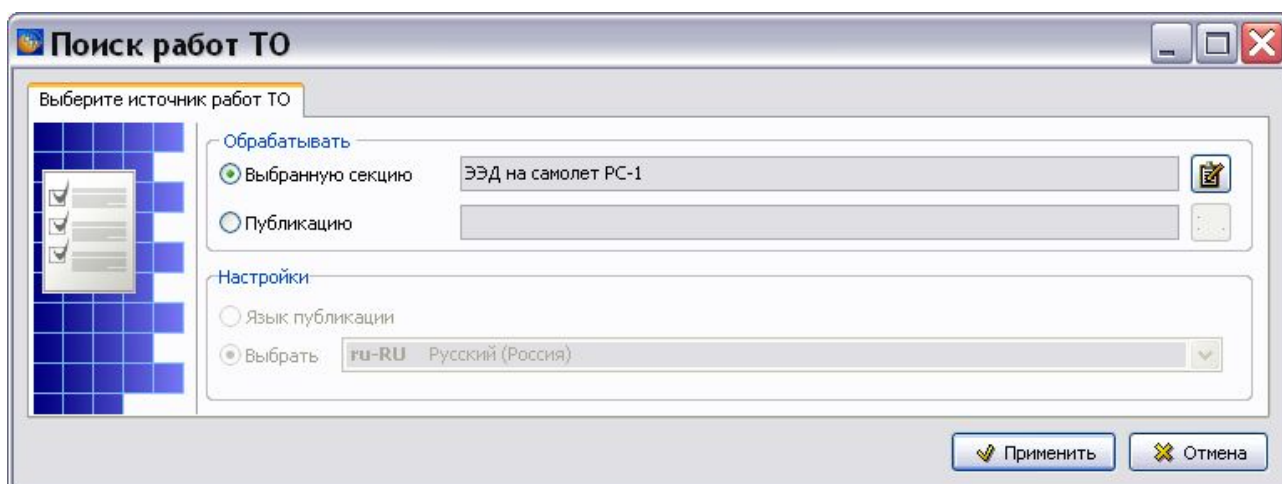

Рис. 7.98
Нажмите на кнопку **Обновить список задач** . После этого появится окно для формирования перечня работ ТО (Рис. 7.98).
- Если это проект, то выбирается опция **Выбранную секцию**. В соответствующем поле будет видно название текущего проекта (Рис. 7.98).